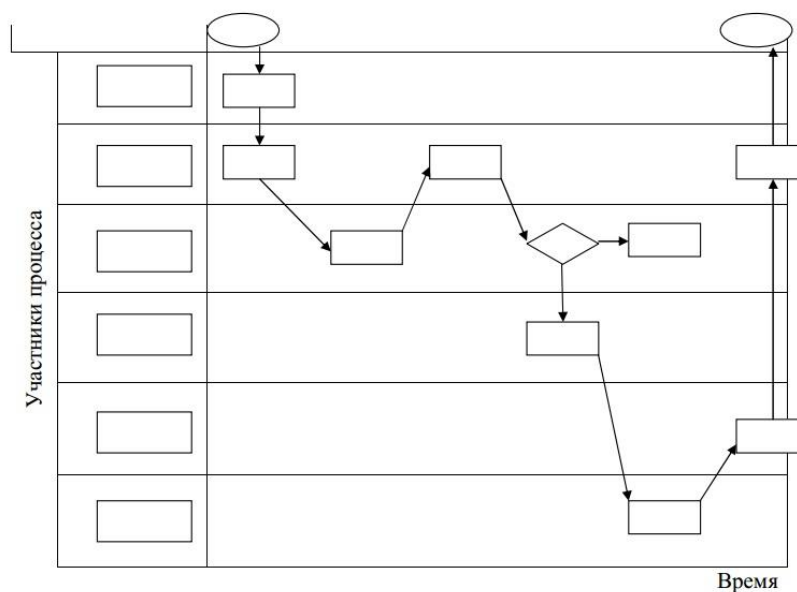

Рисунок 6 - Карта процесса
4) на большом листе бумаги постройте систему координат: по оси абсцисс отложите время, по оси ординат расположите действующих лиц (рис. 6);